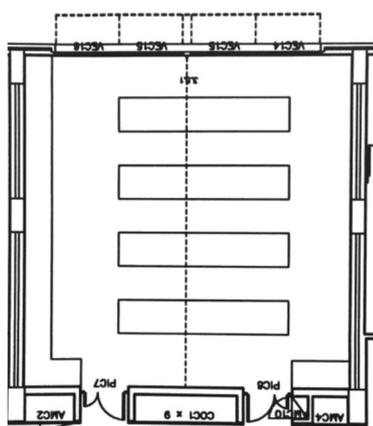

Figura 4 - Laboratório de Aulas Práticas C0.22/ 22A, localizado no piso 0 do Edifício C
- C0.22/22A – Laboratório de Aulas Práticas de Patologia e Clínica das Doenças Infecciosas I e II, localizado no piso 0 do Edifício C (Figura 4)